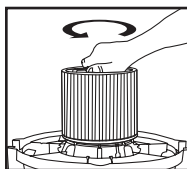

FIGURE 8
14. Pour enlever le filtre afin de le nettoyer, maintenez à nouveau le couvercle du réservoir et tournez le porte-filtre dans le sens antihoraire pour le desserrer et l'enlever. **FIGURE 8.**